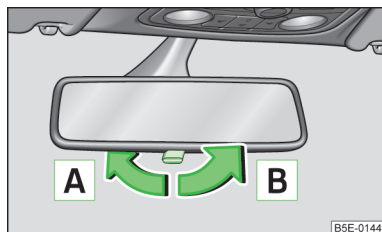

Fig. 47
- Pousser la manette sur le bord intérieur du rétroviseur en direction du pare-brise (le rétroviseur dévie la lumière) **A** » fig. 47.